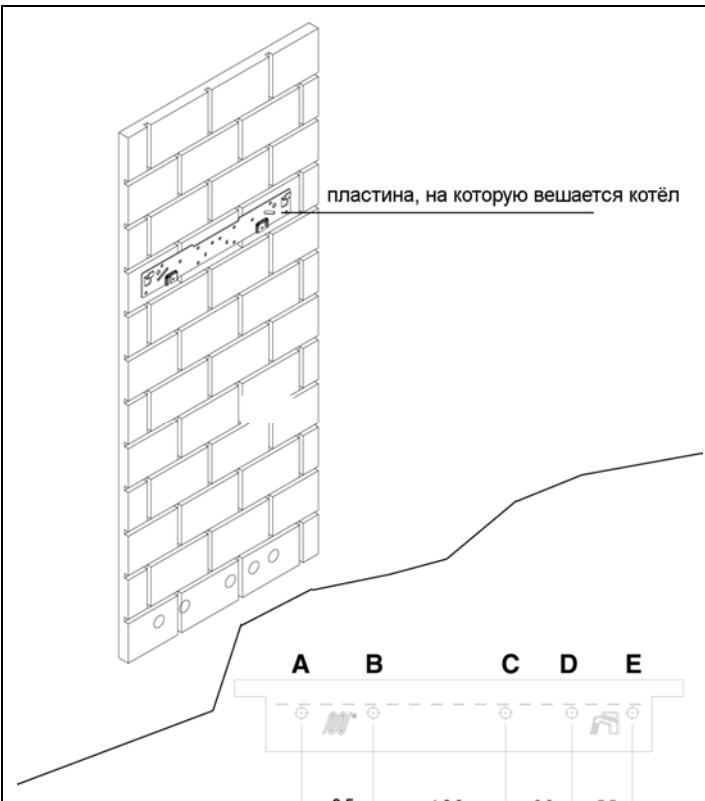

Рис. 3.2
- закрепите кронштейн (F) – рис. 3.2 – на стене и с помощью уровня проверьте, чтобы она находились в идеальном горизонтальном положении
Чтобы установить температуру воды в контуре отопления на нужное значение, поверните ручку с символом «» (рис. 3.2а) внутрь зоны, разделённой на сегменты.